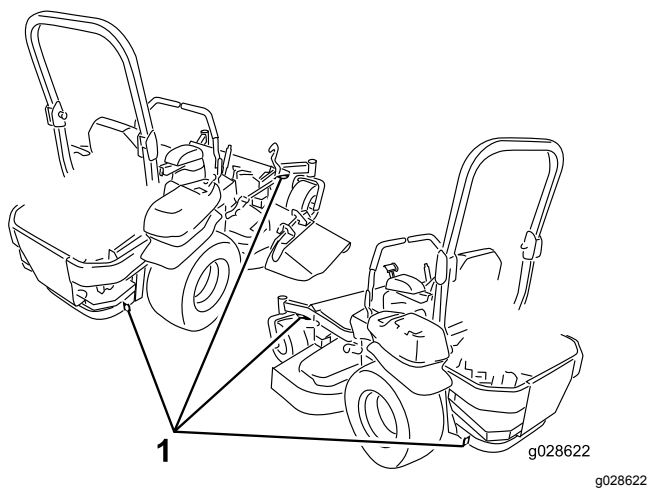

Figure 40
- Arrimez la machine près des roues pivotantes avant et du pare-chocs arrière à l'aide de sangles, chaînes, câbles ou cordes (Figure 40). Reportez-vous à la réglementation locale concernant les exigences d'arrimage.